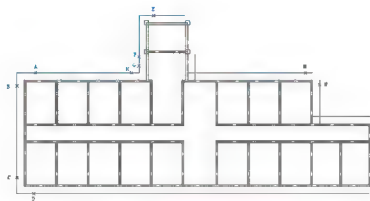

图 2.64 用【圆角】命令修角
① 在选择第一条直线或 [放弃(U)/多段线(P)/距离(D)/角度(A)/修剪(T)/方式(E)/多个(M)]: 提示下，拾取图 2.64 中的散水线 M 处。
② 在选择第二条直线，或按住 Shift 键选择要应用角点的直线：提示下，拾取散水线 N 处。